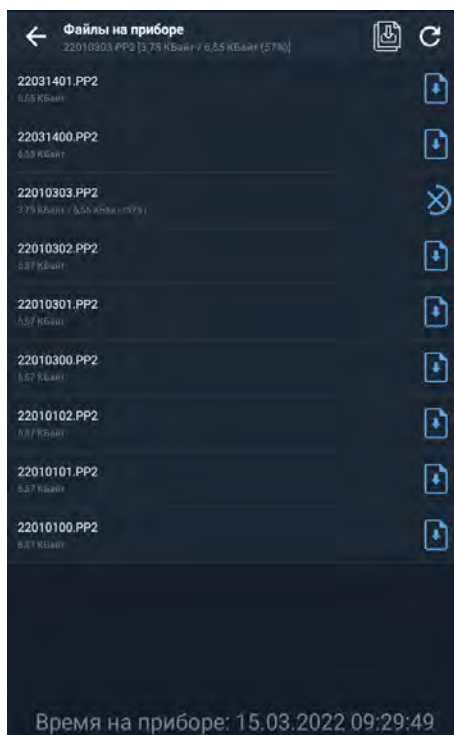

Рисунок 25 – Процесс загрузки файла
3.6.5.5 Если необходимо скачать все файлы с прибора, нажмите загрузить все (📄). После этого начнется процесс загрузки файла (рисунок 25).